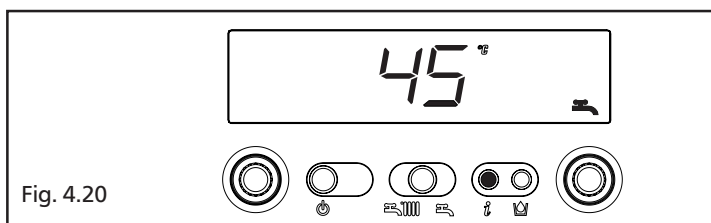

Fig. 4.20
**Info 4** visualizza la temperatura dell'acqua sanitaria settata (fig. 4.20).